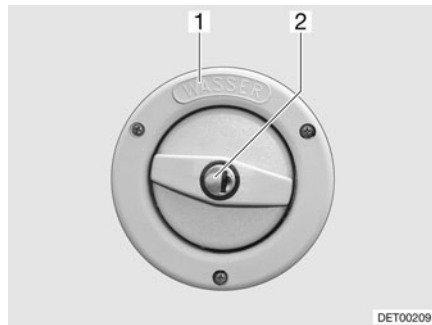

Fig. 32 Tapa de cierre del tubo de llenado de agua potable
- ▷ El tubo de llenado de agua potable está identificado con el rótulo "WASSER" (agua) (Fig. 32,1).
- Introducir la llave en el cilindro de cierre (Fig. 32,2) y girar en sentido contrario a las agujas del reloj.